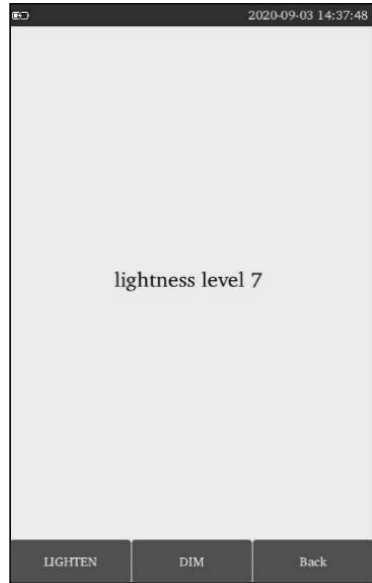

Fig 15
5) Toque em "**Backlight**" para ajustar o brilho da tela. Toque em "**LIGHTEN**" ou "**DIM**" para aumentar ou diminuir o brilho. (Ref Fig 15)